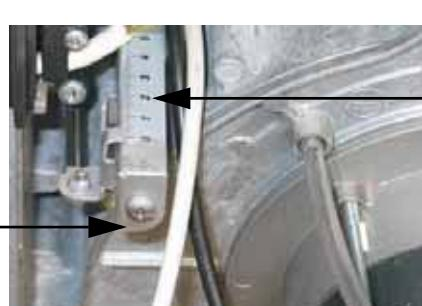

Рис. 34
- 8 сместить индикатор **ID** (Рис. 34) вдоль градуированной прорези в сторону + или -, для увеличения или уменьшения расхода воздуха, на основании требуемых значений продуктов сгорания;